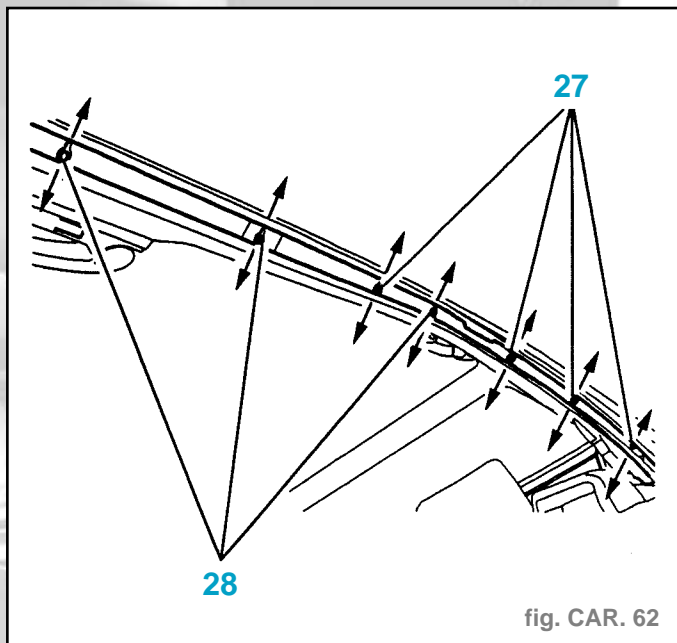

fig. CAR. 62
- Vérifier que le jeu entre la vitre et la feuillure est de **10 à 12 mm**, sinon déplacer la feuillure en desserrant les vis (27-28) (fig. CAR. 62).